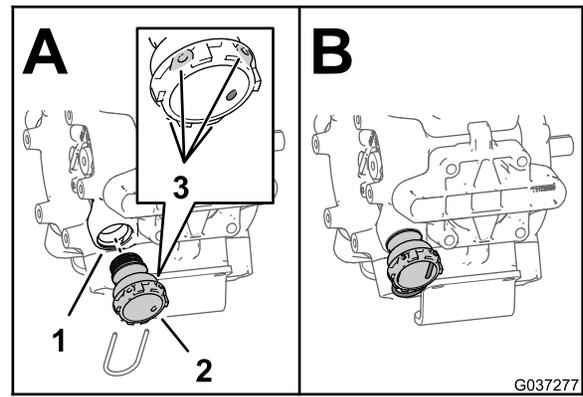
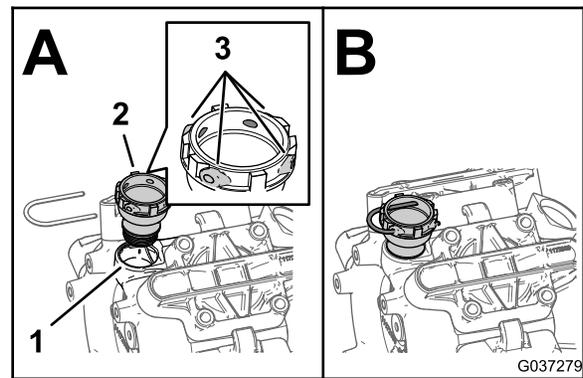

Figura 5
Figura 6
4. Monte el conector de 1/4" (31,8 mm) en el orificio de presión de la bomba (Figura 5 o Figura 6).